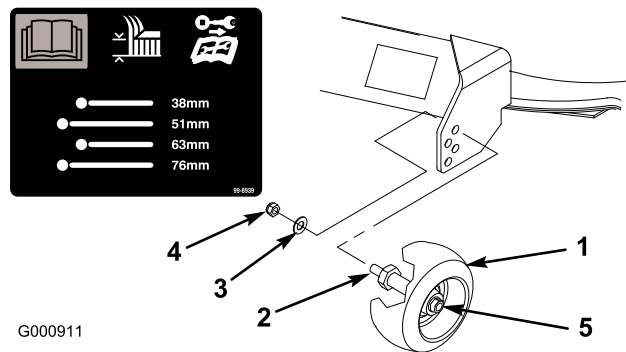

Figura 14
- Después de ajustar la altura de corte, retire la tuerca y la arandela mientras sujeta el eje con una llave (Figura 14).
Nota: No retire la tuerca ni la arandela de la rueda (Figura 14).
- Seleccione el taladro que hará que la rueda protectora esté lo más próximo posible a la altura de corte deseada (Figura 14).
- Instale la tuerca y la arandela en el eje (Figura 14).